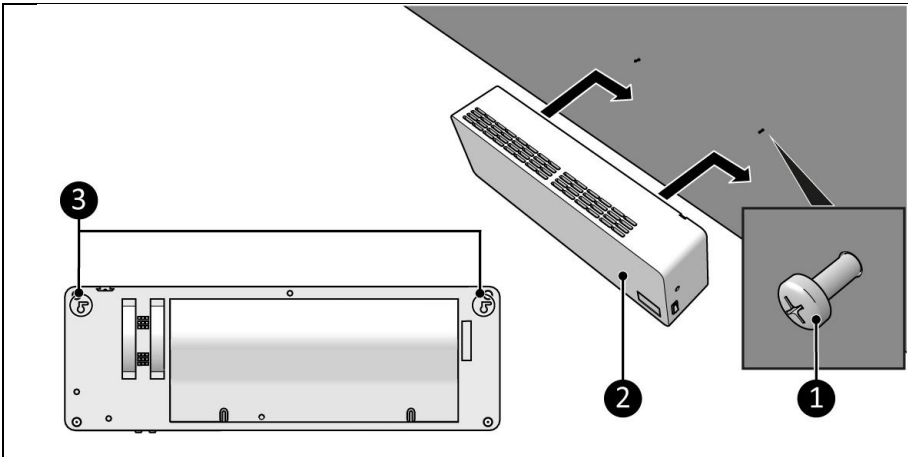

Abbildung 8
7. Platzieren Sie das Gerät mit den Befestigungslöchern (Abbildung 8, Pos. 3) über die Schrauben (Abbildung 8, Pos. 1).
8. Schieben Sie das Gerät (Abbildung 8, Pos. 2) nach unten und nach rechts.